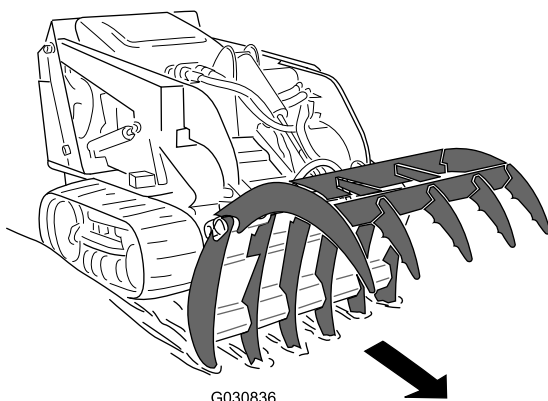

Figura 6
1. Aprite le ganasce e abbassate i denti della ganascia inferiore nel terreno (**Figura 6**).